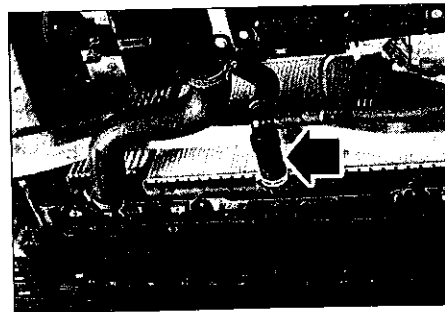

FIG. 23
- Débrancher la durit inférieure du radiateur (Fig.23).